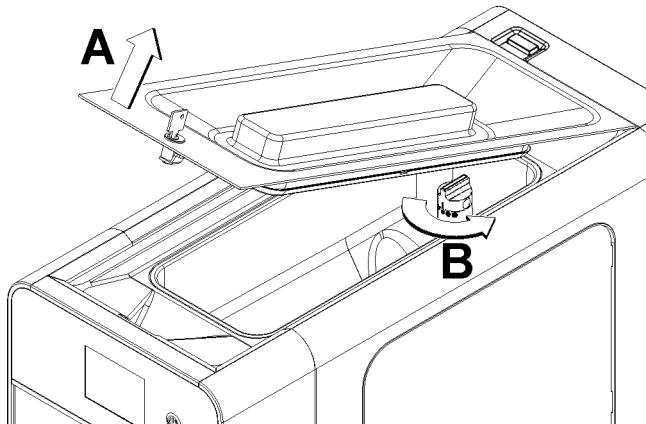

figura 7
- 6** Quando il gelato è pronto, aprire il coperchio e ruotare la parte superiore del tubo di miscelazione in senso antiorario in modo da permettere l'ingresso del preparato nel cilindro inferiore.(vedere figura 7)